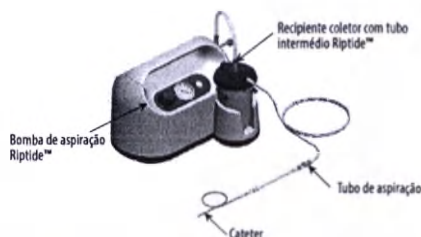

Figura 1: Diagrama da instalação do sistema de aspiração Riptide™
1. Consulte a **Figura 1** (acima) para ver a disposição correta dos dispositivos de modo a efetuar uma instalação adequada do sistema de aspiração Riptide™.